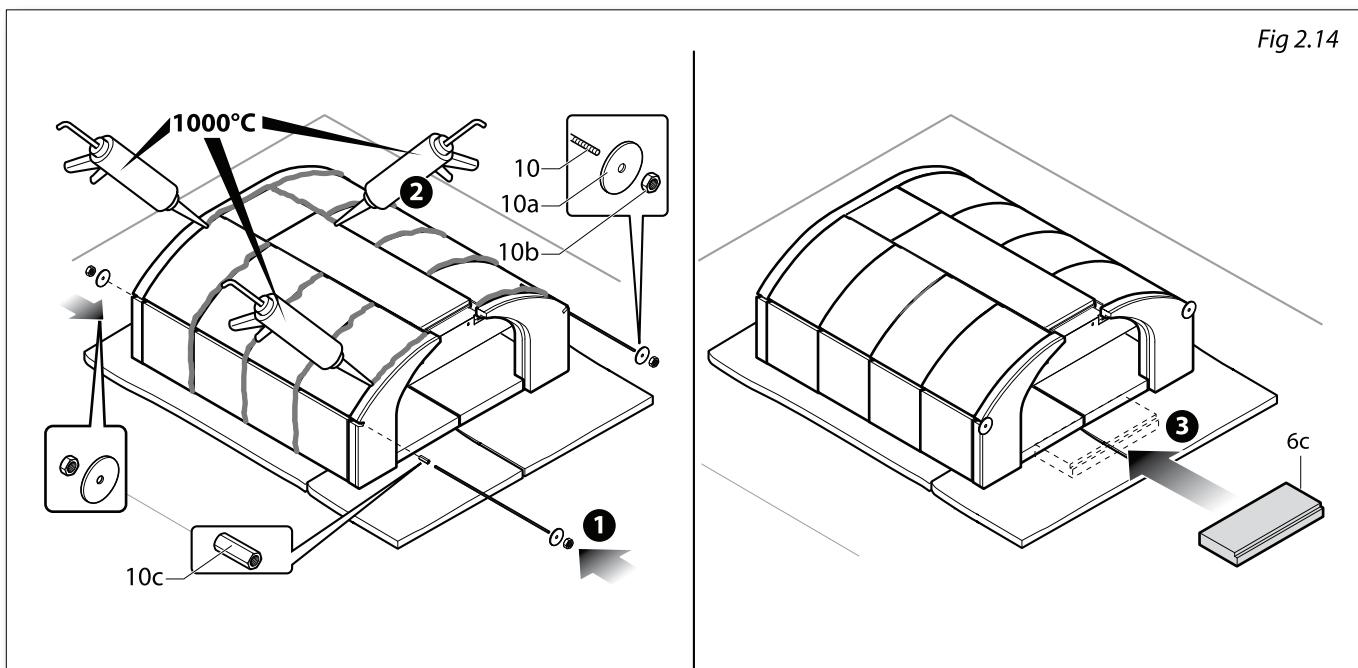

Fig 2.14
D) Terminato l'assemblaggio unire tutti gli elementi con i tiranti (10-10a-10b-10c) stringendo moderatamente (fig. 2.14 part.1) e tagliare la parte eccedente di barra filettata con un seghetto per ferro. Siliconare con silicone resistente alle alte temperature - oltre 1000°- le giunture ESTERNE degli elementi (fig. 2.14 part.2). Posizionare la basetta frontale (6c) a secco (fig. 2.14 part.3).